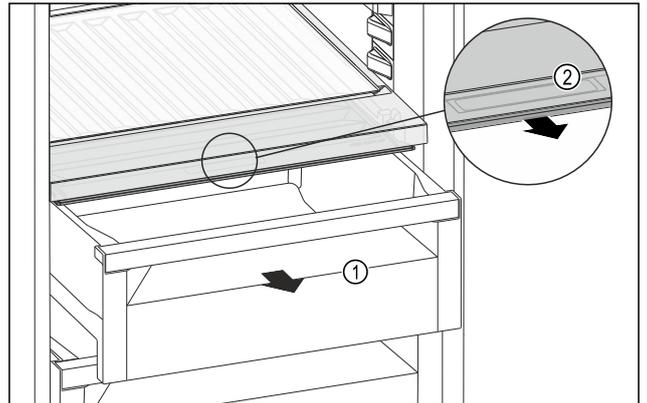

Fig. 118
- ▶ Estrarre il cassetto Fig. 118 (1).
- ▶ Afferrare la maniglia incassata Fig. 118 (2) sul coperchio dello scomparto e tirare allo stesso tempo in avanti il coperchio dello scomparto.